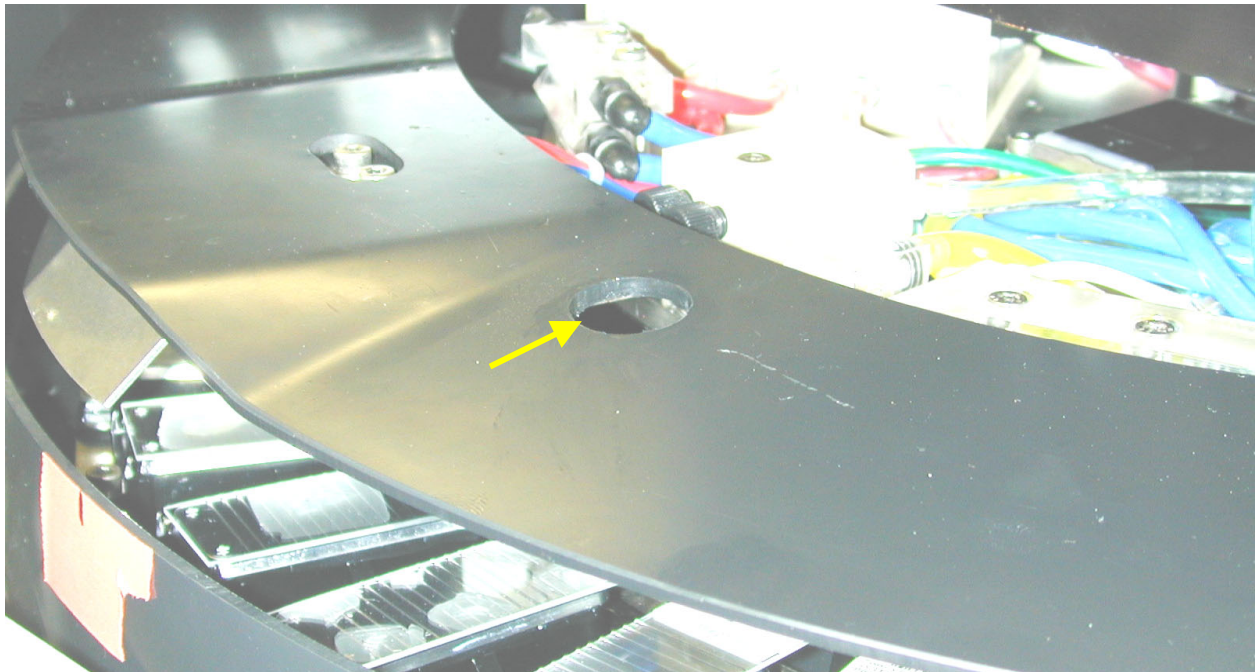

Рисунок 226. Дезинфекция отверстия для дозирования
- **Отверстие для дозирования** расположено в щитке против протекания, см. рисунок 226.